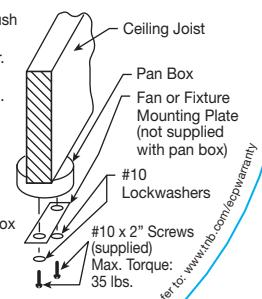

Fig. 2
- 6) Mount the ceiling fan or fixture mounting plate to the pan box using the two supplied #10 x 2" lg. screws and two #10 lockwashers. Pass the screws through the ceiling fan or fixture mounting plate then through the pan box clearance holes into the ceiling joist. Tighten screws snugly, see Fig. 2.
- 6) Fixer la plaque de montage du ventilateur de plafond ou du plafonnier à la boîte d'encastrement à l'aide des deux vis no 10 x 2 po et deux rondelles de fixation no 10 fournies. Passer les vis par la plaque de montage et les trous de passage de la boîte dans la solive. Bien serrer les vis., voir Fig. 2.
- 6) Monte la placa de fijación del ventilador de techo o lámpara a la caja de conexiones redonda con los dos tornillos #10 x 2" de longitud y dos arandelas de seguridad #10 suministrados. Pase los tornillos a través de la placa de montaje del ventilador de techo o lámpara y luego a través de los agujeros de paso de la caja de conexiones redonda, redondea y atornillelos a la viga del techo. Apriete los tornillos firmemente, vea fig. 2.